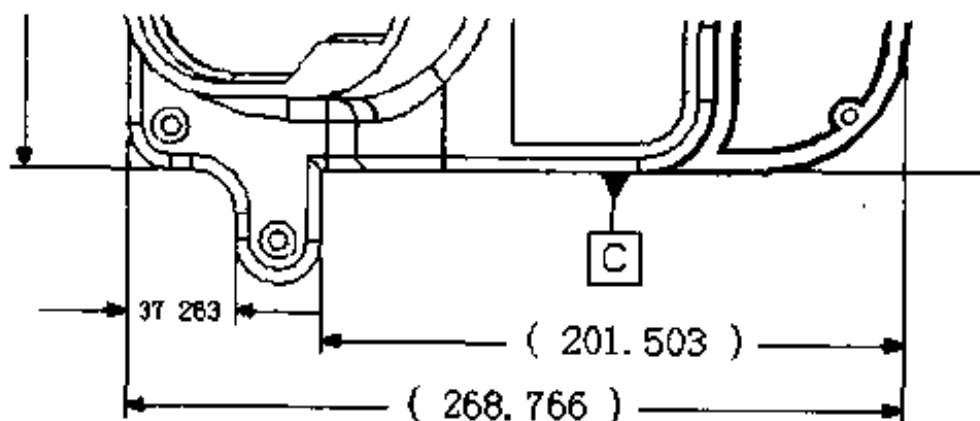

图 2.77 参考尺寸的标注
- (3) 右击如图 2.77 所示的 2 个尺寸(201.503, 268.766), 选择【属性】命令, 再在【公差】选项卡中选择【参考尺寸】单选按钮, 从而将这两个尺寸变为参考尺寸。